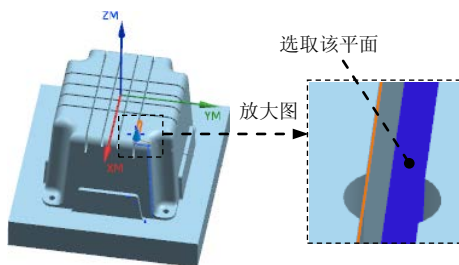

图 20.51 指定底面
Step2. 然后选取图 20.51 所示的面，单击“平面”对话框中的 **确定** 按钮，返回“平面铣”对话框。